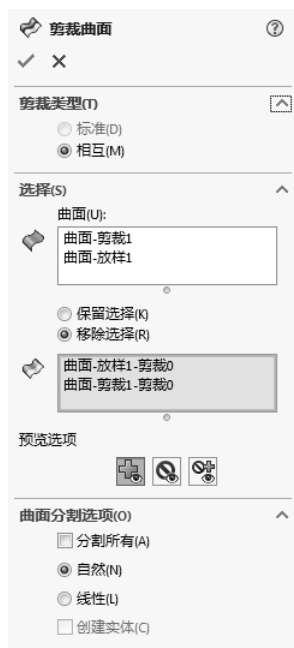
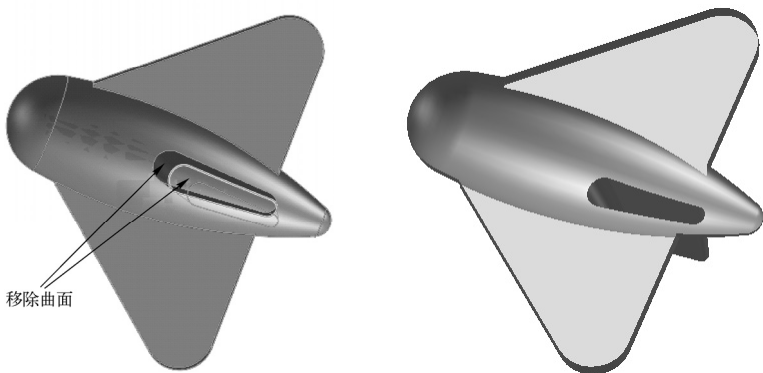

图 9-115 “剪裁曲面”属性管理器
图 9-116 裁剪曲面 2
11) 裁剪曲面。单击“曲面”控制面板中的 ✂ （剪裁曲面）按钮，系统弹出图 9-115 所示的“剪裁曲面”属性管理器。在属性管理器中选择“剪裁类型”为“相互”，在视图选择拉伸曲面和旋转曲面为剪裁曲面，选择图 9-115 所示的面为移除曲面。单击属性管理器中的 ✓ （确定）按钮，结果如图 9-116 所示。